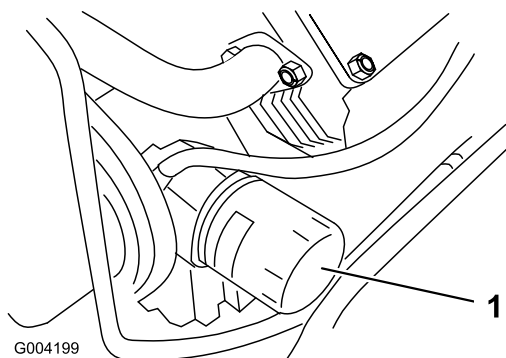

Figura 40
4. Retire el filtro usado (Figura 40) y limpie con un paño la superficie de la junta del adaptador del filtro.